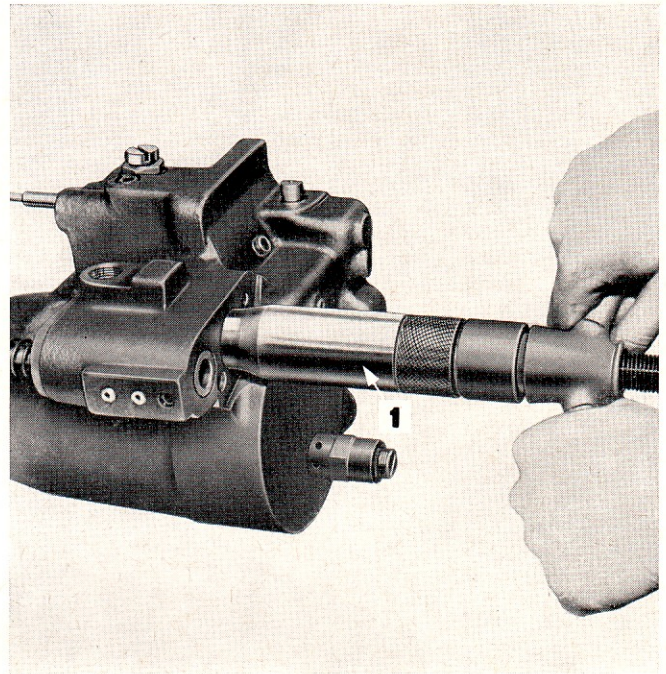

Figure 64: Dépose du bouchon de valve automatique
5. Monter l'adaptateur T.8510-1/g sur l'extracteur relevage T.8510, et visser l'extrémité extérieure de l'adaptateur dans le bouchon de valve automatique. L'outil principal T.8510 comporte une partie décollée qui doit être située sur l'extrémité en saillie du cylindre de manière à reposer d'aplomb. Extraire le bouchon (Figure 64). Pour enlever le bouchon, on peut aussi utiliser l'extracteur no N. 508 A (cartouche, Figure 64).